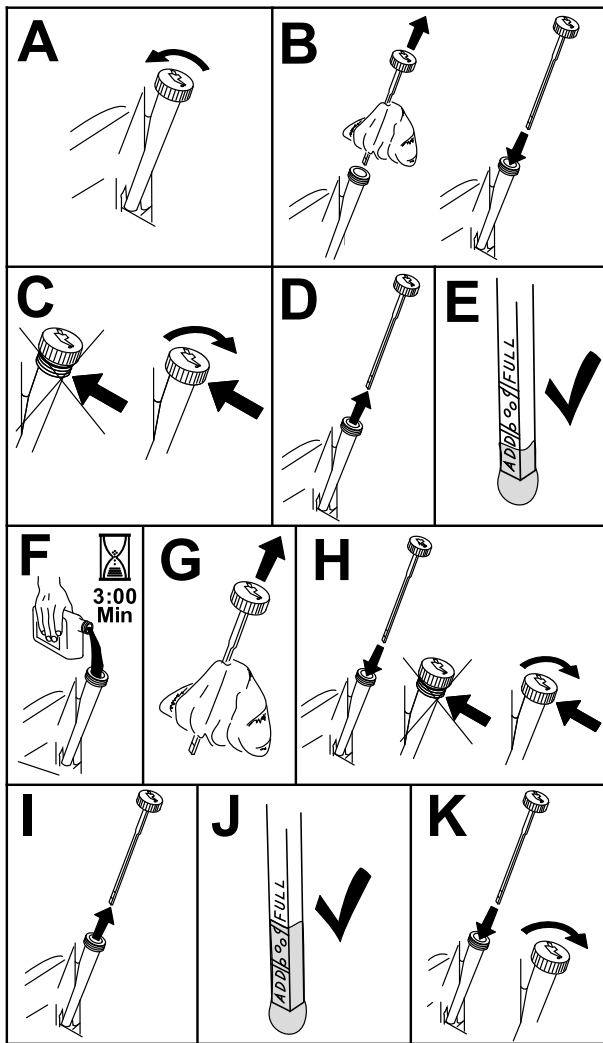

図 38
3. エンジン内部に異物が入らないように、オイルキャップやディップスティックの周囲をきれいに 図 38。